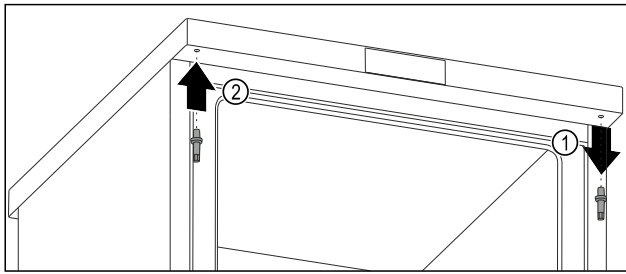

Fig. 12
- Dévisser l'axe supérieur avec une clé mâle coudée pour vis à six pans creux. *Fig. 12 (1)*
- Serrer l'axe du côté opposé avec une clé mâle coudée pour vis à six pans creux. *Fig. 12 (2)*